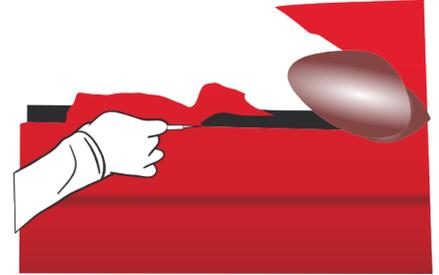

Abbildung 36
- › Um den Zuschnitt durchzuführen, muss die Klinge des Cutters flach, zwischen der Karosserie und der Fuge, und senkrecht zur Fuge aufgelegt werden. Führen Sie den Zuschnitt durch, wobei Sie die Ausrichtung der Klinge immer beibehalten. (Abb. 36)